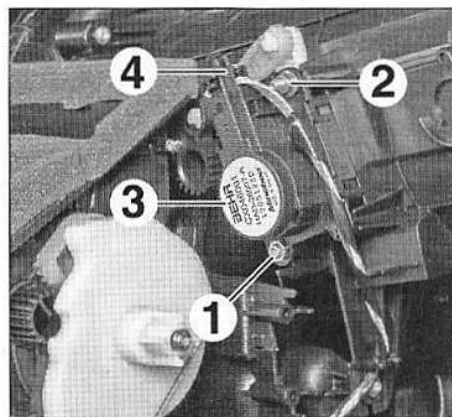

FIG.27
- la vis (1) (Fig.27),
- l'écrou (2).
- Dégager le servomoteur (3).
- Débrancher le connecteur (4).
- Déposer le servomoteur (3).